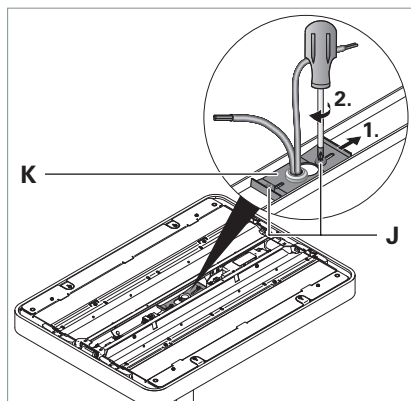

Fig. 9: Leuchtenkopf fixieren.
- ▶ Lösen Sie die beiden Schrauben **J** an der Haltelasche **K**, siehe Fig. 9.